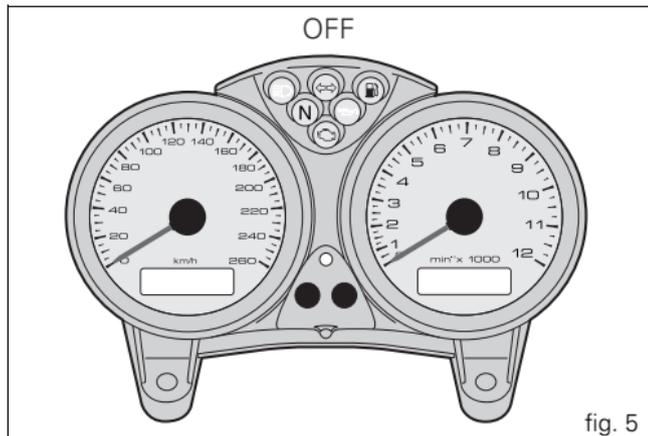
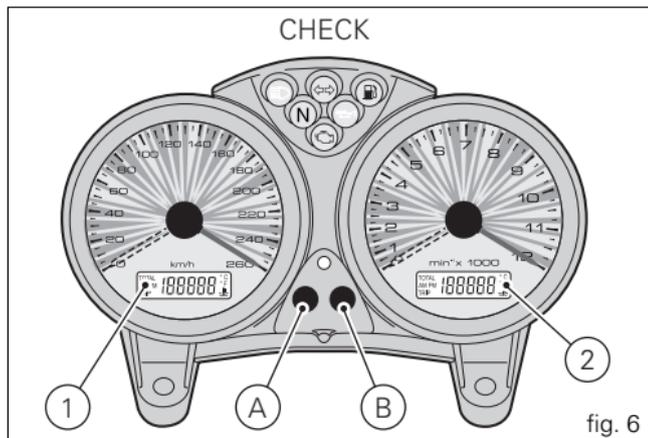

fig. 5
fig. 6
All'accensione (chiave da OFF a ON) il cruscotto esegue un Check di tutta la strumentazione (lancette, display, spie) (fig. 5 e fig. 6).
Premendo il pulsante (A, fig. 6) con chiave ON si alterna la visualizzazione del contachilometri parziale e di quello totale e, se attiva la spia della riserva, la visualizzazione del chilometraggio percorso dall'entrata in riserva (funzione trip fuel).
Tenendo premuto il pulsante (A, fig. 6) per più di 2 secondi quando è nella funzione TRIP (contachilometri parziale), si otterrà l'azzeramento nel display (LCD 1).
Premendo il pulsante (B, fig. 6) con chiave ON si visualizza l'orologio e la temperatura dell'olio.
Premere il pulsante (B, fig. 6) per almeno 2 secondi, nel display (2, fig. 6) viene visualizzato l'orario. Regolare AM/PM premendo il pulsante (A, fig. 6). Premere il pulsante (B, fig. 6) per passare alla regolazione dell'ora. Premere (A) ripetutamente per modificare l'indicazione dell'ora. Premere il pulsante (B) per passare alla regolazione dei minuti. Premere il pulsante (A) per avanzare i minuti; tenendo premuto per più di 5 secondi l'indicazione cambia più velocemente. Premere il pulsante (B) per uscire dal modo di regolazione.
Quando si accende la spia della riserva viene indicato sul Display (2, fig. 6) la scritta "FUEL" e si attiva la funzione trip fuel che indica sul display (1, fig. 6) il chilometraggio in riserva preceduto dalla lettera "F" (FUEL).
La scritta "MAInt" visualizzata nel display (1, fig. 6) indica la scadenza del tagliando di manutenzione periodica: comparirà ad ogni chiave ON per un tempo uguale a 5 secondi. Quando viene visualizzata la scritta "MAInt" rivolgersi ad un concessionario o un centro di assistenza autorizzato.
Se si preme il tasto (B, fig. 6) entro 5 secondi con la chiave in posizione ON, ad ogni pressione sul detto pulsante si avrà una variazione dell'intensità luminosa del cruscotto.